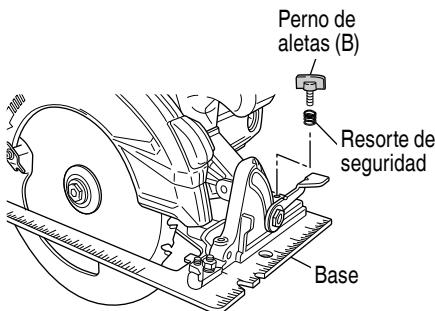

Fig. 10
3. Regulación de la guía (Guía de corte) (Fig. 10, 11) Accesorio opcional